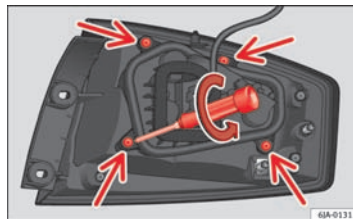

Fig. 158 Skruer bag på baglygten
- Løsn de fire skruer fra pæreholderen ved at skruer mod uret med en skruetrækker eller en T20 torxnøgle ⇒ Fig. 158. Sørg for, at skruerne til pæreholderen ikke bliver væk.